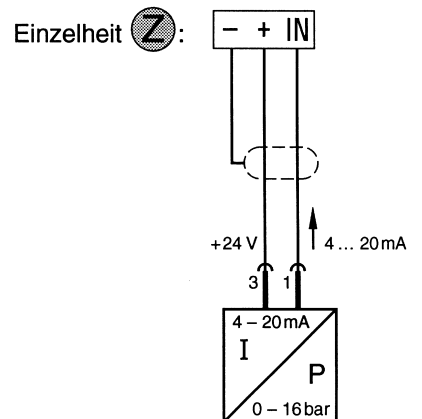

Fig. 2
pomp obciążenia szczytowego następuje z opóźnieniem czasowym dla uniknięcia przełączeń "drgających". Czas opóźnienia można nastawić na potencjometrze t_{\uparrow} (rys. 2/3, P8) w zakresie 0–2 min. Czas opóźnienia zaczyna się po starcie pierwszej pompy. Poziomy ciśnienia załączenia i wyłączenia nastawia się na potencjometrach P_{min} , P_{max}^2 , P_{max}^1 (rys. 2/3, P5, P6, P7 i tabela 1). Nastawione wartości poziomów wyłączenia ciśnienia pierwszego i drugiego są wartościami różnicowymi, które należy każdorazowo dodać do niżej leżącego poziomu przełączenia. Jeżeli np. na potencjometrach nastawi się ciśnienia P_{min} , $P_{max}^1 = 2$ bar i $P_{max}^2 = 1$ bar oznacza to następujące poziomy ciśnienia załączenia i wyłączenia: poziom ciśnienia włączania 4 bary, 1-szy poziom ciśnienia wyłączenia 6 bar, 2-gi poziom wyłączenia 7 bar.
4.3 Funkcje urządzenia (rys. 2/3)
- **Wewnętrzne elektroniczne zabezpieczenie silnika:** By uzyskać zabezpieczenie przed przeciążeniem dla każdego silnika należy ustawić wyzwalacz nadprądowy na potencjometrze (rys. 2/3, P1, P2, P3, P4) na wartości prądu znamionowego silnika zgodnie z tabliczką znamionową. Zaciski WSK należy zmostkować.
- **Zewnętrzne zabezpieczenie silnika WSK/PTC:** Jeżeli silniki są zabezpieczone za pomocą styków zabezpieczenia uzwojeń (WSK) lub czujników temperatury (bareterów PTC) to należy WSK lub PTC dla każdego silnika podłączyć do odpowiednich zacisków a potencjometry (rys. 2/3, P1, P2, P4) nastawić na wartości maksymalnej (do oporu w prawo).
- **Czas opóźnienia:** Czas opóźnienia dla pompy obciążenia podstawowego nastawia się na potencjometrze t_{\uparrow} (rys. 2/3, P8) w zakresie 0–2 min. Czas ten zaczyna się od startu pierwszej pompy.
- **Praca próbna (testowa):** przy nastawieniu "praca próbna" każdorazowo po upływie 6-ciu godzin jedna z pomp uruchamiana jest na okres ok. 15 s. Przedziały czasu pracy próbnej są zaprogramowane na stałe, a więc nie są zależne od sygnalizacji braku wody lub przerwy w obwodzie czujnika. Praca próbna jest ważna np. przy urządzeniach gaśniczych dla zapewnienia ich gotowości do pracy. Poprzez zamknięcie wyłącznika hakowego S2 (rys. 2/3) można wyłączyć pracę testową.
- Na listwie są następujące zaciski (rys. 2/3)